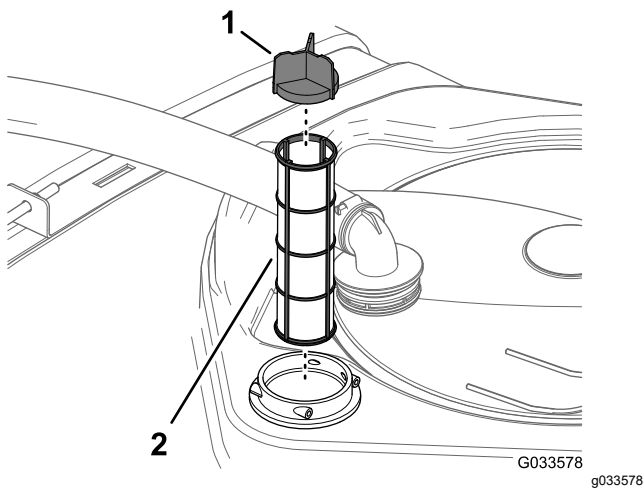

Figure 95
4. Sortez la crépine d'aspiration du logement du filtre dans le réservoir (Figure 95).